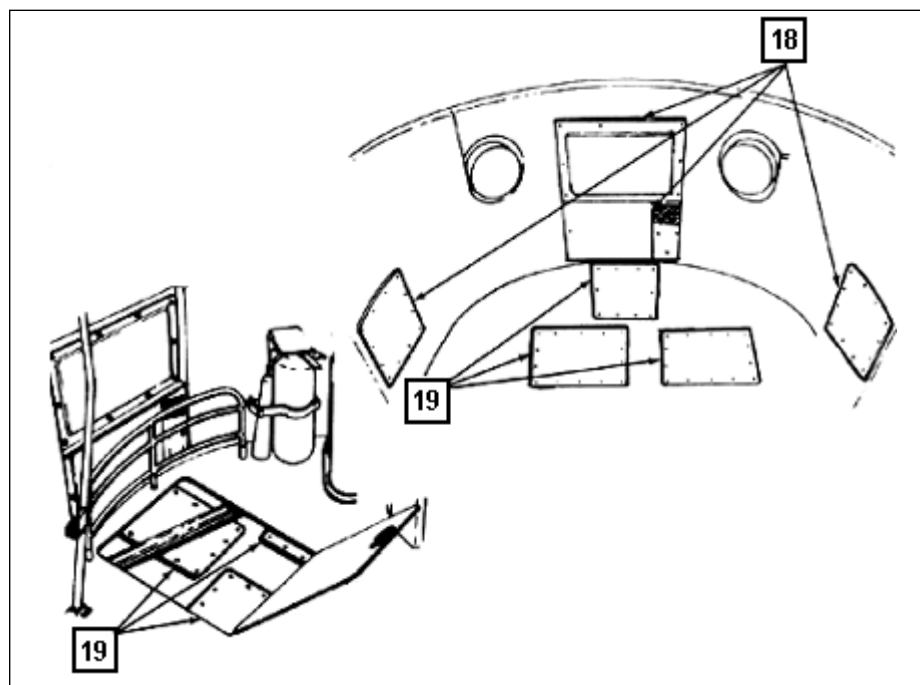
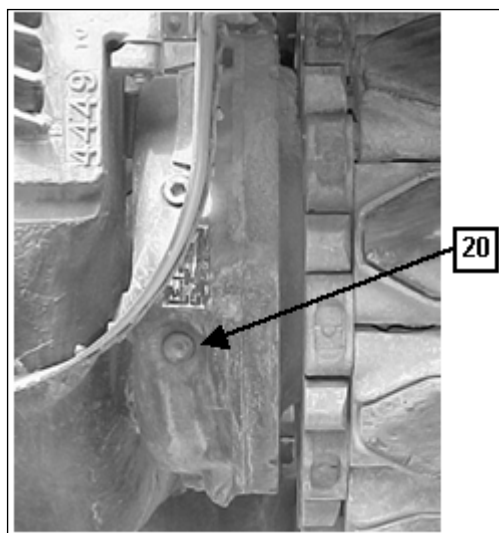

Fig 8-9. Placas do anteparo de acesso da torre
Fig 8-10. Verificação do nível de óleo do redutor permanente
- (18) Fechar e travar a escotilha do Motr caso ainda esteja aberta.
- (19) Retirar o periscópio de visão noturna do Motr, caso esteja instalado e fechar a tampa do visor.
- (20) Inspeccionar a escotilha de emergência do Motr quanto à colocação correta.
- (21) Colocar as tomadas de ar do motor para puxar o ar do compartimento da guarnição.
- (22) Certificar-se que as 4 (quatro) placas do anteparo(18) e as 3 (três) placas de acesso da torre(19) estão fixas ou com todos os parafusos (Fig 8-9).
- (23) Certificar-se que a intercomunicação esteja funcionando.
- (24) Remover a tampa do lado direito e esquerdo do redutor permanente (20), usando uma chave de parafuso de 5/8", para verificar o nível de óleo (Fig 8-10), completando se necessário.